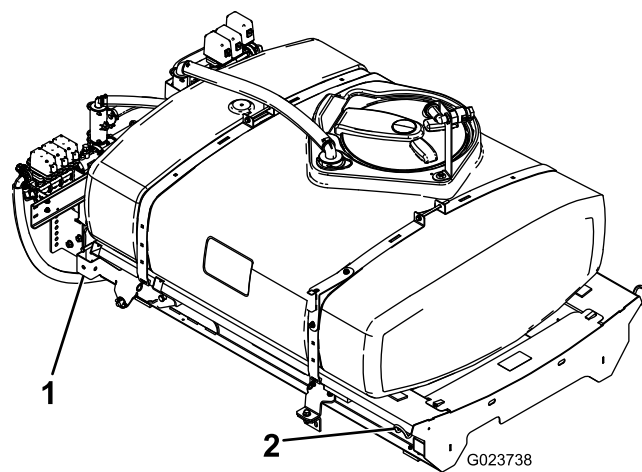

Figura 8
1. Folosind un elevator, ridicați ansamblul rezervor – supapă (Figura 8) și poziționați-l peste cadrul vehiculului, cu ansamblurile pompei și ale supapelor orientate în spate.